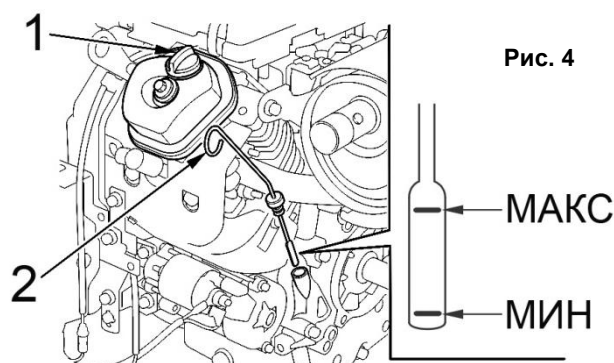

Рис. 4
- При загрязнении, масло необходимо заменить. (См. Рис.4)